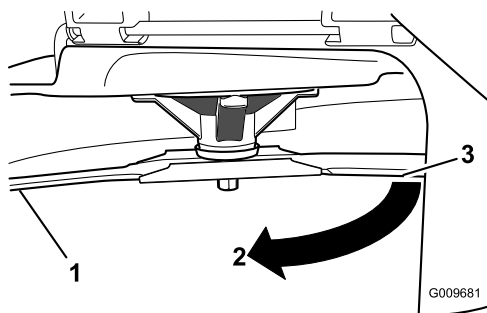

Figure 43
3. Seconde distance mesurée entre la lame et la surface (B)
4. Tournez la même lame de 180 degrés pour amener l'autre tranchant à la même position (Figure 43).